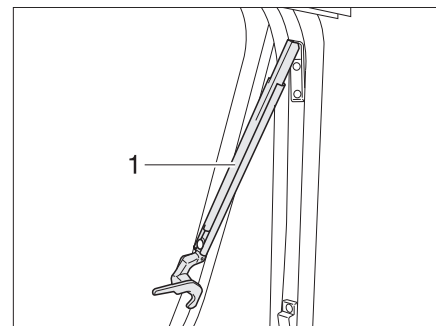

Figure 9 Fenêtre projetante avec bras automatiques, ouverte
- Ouvrir la fenêtre projetante jusqu'au cran d'arrêt souhaité. Le bras automatique (Figure 9,1) s'enclenche automatiquement.